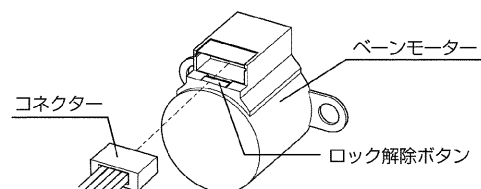

図33
- (2) ベーンに接続しているコネクタを外します。コネクタはロックされていますのでロック解除ボタンを押しながらコネクタを外します。（図33）
- (3) ベーンモーターカバーを、外したときと逆の要領で取付けてください。
- (4) 手動でベーンをゆっくりと設定したい方向に合わせます。